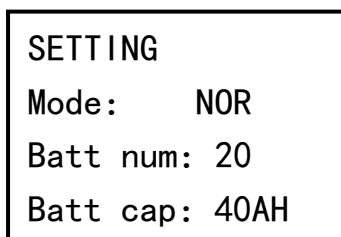

Рисунок 18
- режим работы, количество и емкость используемых аккумуляторных батарей (см. рисунок 18);
ВНИМАНИЕ! До начала работы убедитесь в правильности настройки количества батарей и их емкости в разделе SETTING (см. рисунок 18).
ВНИМАНИЕ! Перед подключением АКБ к изделию следует выполнить настройку количества батарей и их емкости в разделе SETTING (см. рисунок 18).